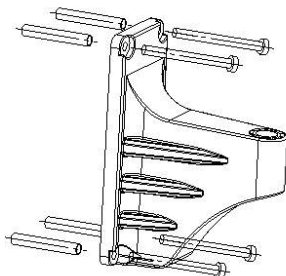

Abb.1
4. Befestigen Sie die Halterung mit vier selbstschneidenden Schrauben entsprechend, (Abb.1).